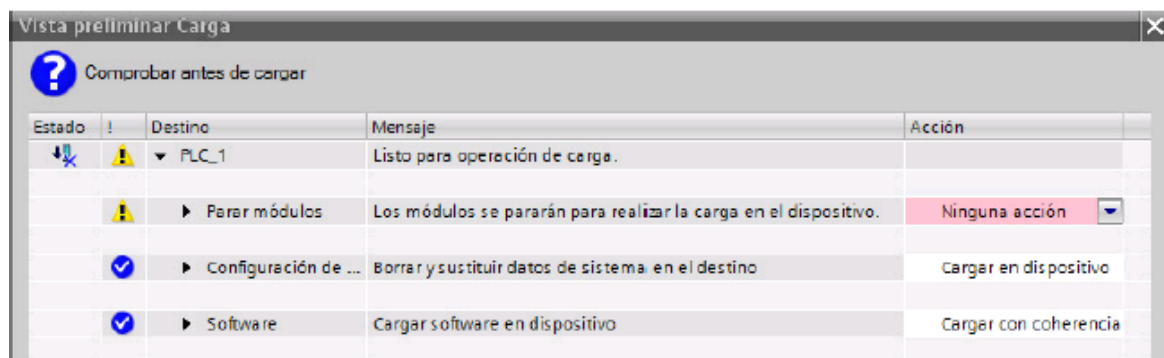

Figura 19. Carga del programa
- En la parte de la derecha, se puede seleccionar los bits "especiales" que deseamos usar en el programa. Para ciclos de parpadeo, se debe seleccionar "Activar la utilización del byte de marcas de ciclo", como se muestra en la figura 19.